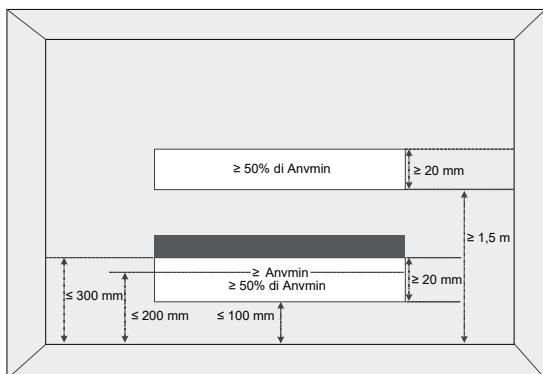

Figura 1-2
- L'area del locale (A) è definita come l'area del locale racchiusa dalla proiezione alla base delle pareti, dei divisori e delle porte dello spazio in cui è installato l'apparecchio.
- L'area dei locali adiacenti, sullo stesso piano, collegati da aperture permanenti nelle pareti e/o porte tra gli spazi occupati, compresi gli spazi vuoti tra la parete e il pavimento, può essere considerata un unico locale ai fini della determinazione della conformità ad Amin, a condizione che siano soddisfatte tutte le seguenti condizioni, come da Figura 1-2.